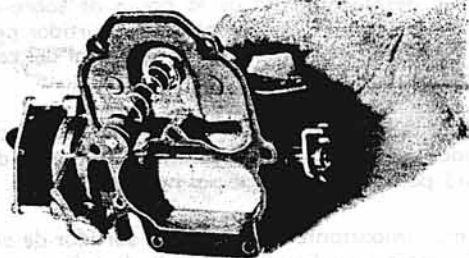

Fig. 3. - Desmontaje y montaje de la tapa principal del carburador.
4. Desmonte la tapa principal del carburador, levantándola hacia arriba y tratando de desconectar el varillaje de conexión con la leva comando del sistema de cebado (Ver Fig. 3). Una vez separada esta tapa, del cuerpo del carburador deseche la junta que existe entre ambos elementos.